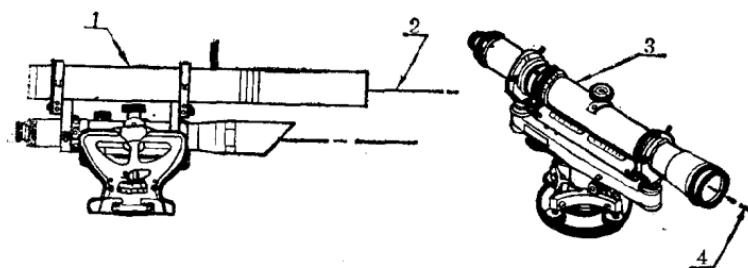

图6 激光水准仪与光学水准仪比较
3. 激光水准仪与光学水准仪相似（见图6）激光水准仪的激光束藉酒精式水准仪去精确校准。